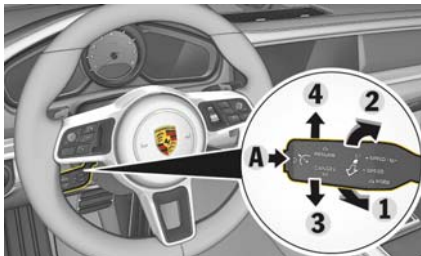

図 30：クルーズ・コントロールの操作
- ▶ ステアリング・ホイールの操作レバーを前方 (図 30) 1 に押してください。
- ▶ 速度を上げる場合は、ハンドルの操作レバーを前方に押します。(図 30) 1。短く押す = 1km/h (1 mph)、長く押す = 10km/h (5 mph)。
- ▶ 速度を落とす場合は、ハンドル側に操作レバーを引きます (図 30) 2。短く引く = 1km/h (1 mph)、引き続ける = 10km/h (5 mph)。
- ▶ コントロール操作レバーを下に押ししてください (図 30) 3。
- ▶ 操作レバーを上押ししてください (図 30) 4。設定速度に加減速します。